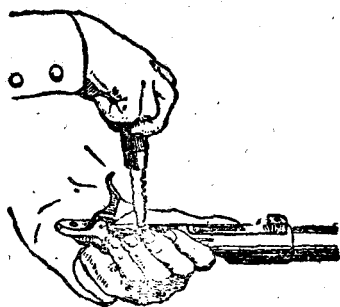

图8 拧出扳机簧的螺丝
(1) 使枪面向下，左手握住机槽附近，右手用解锥拧出扳机簧螺丝（图8）。